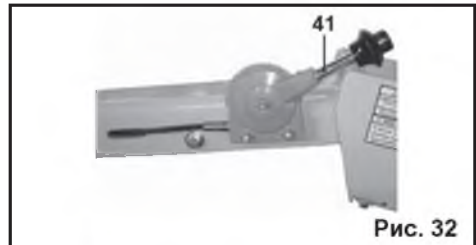

Рис. 32
8.5.11. Для того чтобы остановить двигатель, переведите рычаг привода управления оборотами (41) в положение холостого хода (Рис. 32), после чего переведите выключатель двигателя (44) в положение **«OFF» (Выключено)** (Рис. 33).